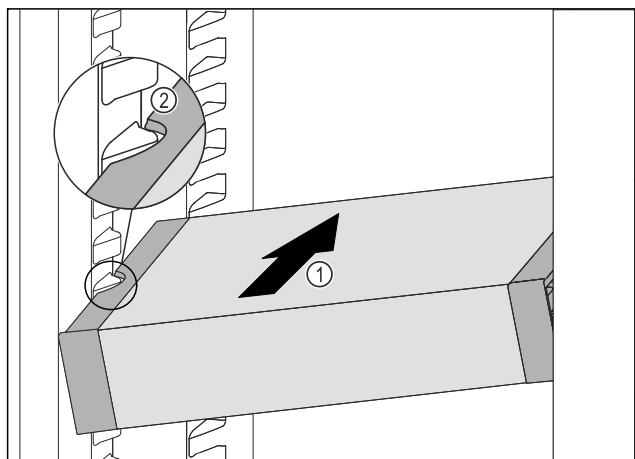

Fig. 73
- ▶ VarioSafe zasúvajte šikmo do chladničky Fig. 73 (1), dokým sa bočné vybrania Fig. 73 (2) VarioSafe nebudú nachádzať vo výške rebra nádoby v chladničke.